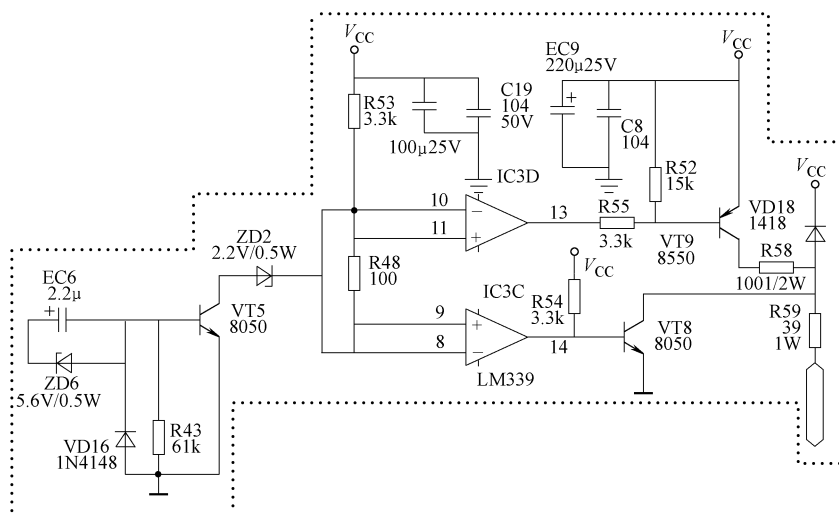

图 4-84 VT8 相关电路截图
**维修笔记** VT8 相关电路截图如图 4-84 所示。